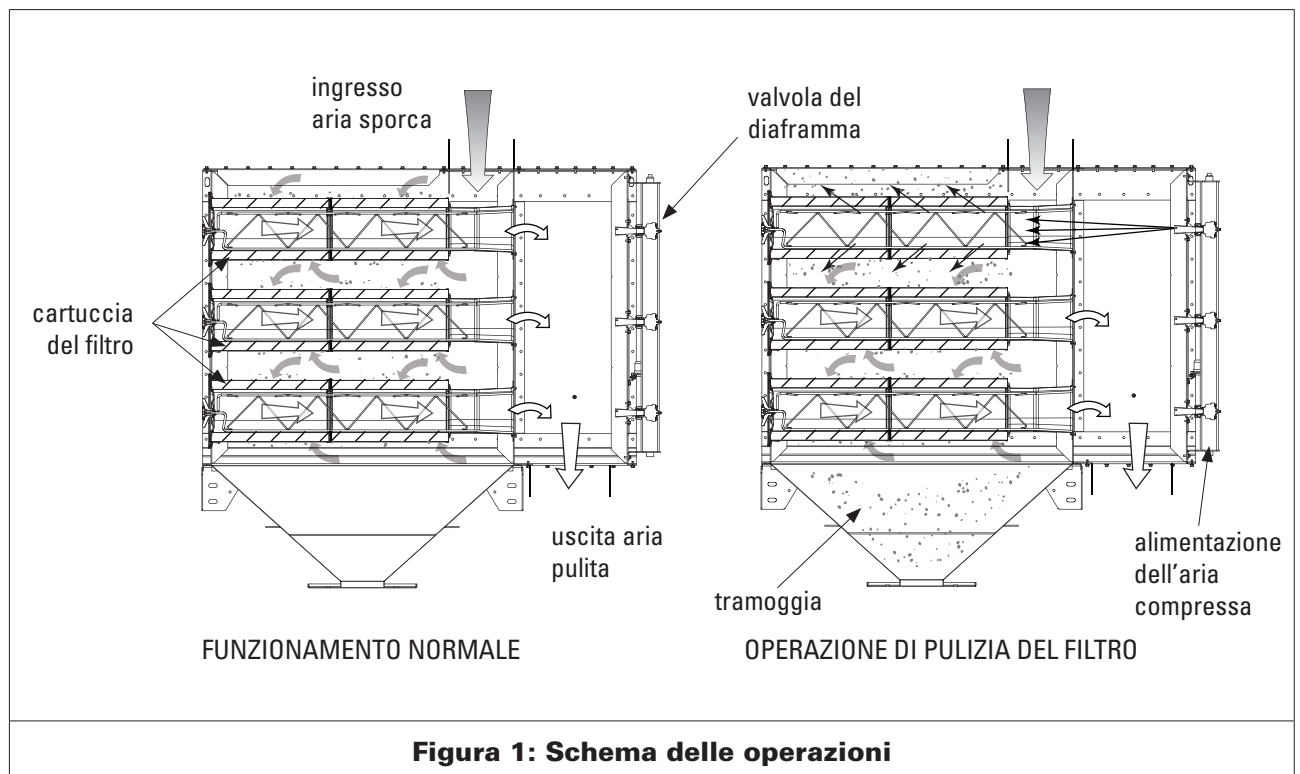

Figura 1: Schema delle operazioni
- lo svuotamento del contenitore di smaltimento della polvere (vedere Figura 1, pagina 8),